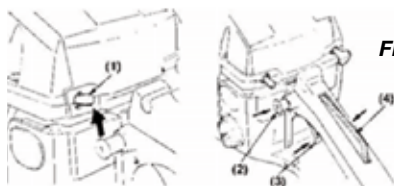

Fig. 2
2. Sæt kontrakten i "I" position. (Fig. 2)